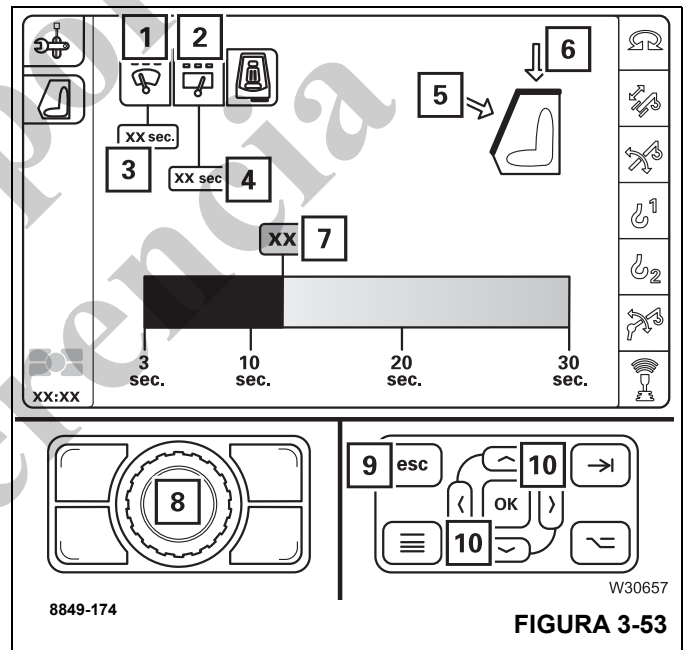

FIGURA 3-53
- Las pantallas (1), (Figura 3-53), y (2) muestran los valores actuales.
- Seleccione y confirme el símbolo (7), (Figura 3-53). El símbolo es naranja; introducción activa.
Para cancelar la entrada, oprima el botón (9), (Figura 3-53), una vez.
- Cambie el valor utilizando los botones (8), (Figura 3-53), o (10), (Figura 3-53).